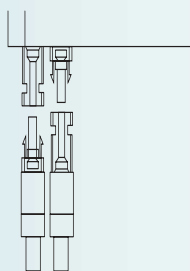

Fig. 12
- Raccordez la polarité positive aux bornes (+) de l'entrée courant continu de l'appareil, et la polarité négative aux bornes (-) (Fig. 12).